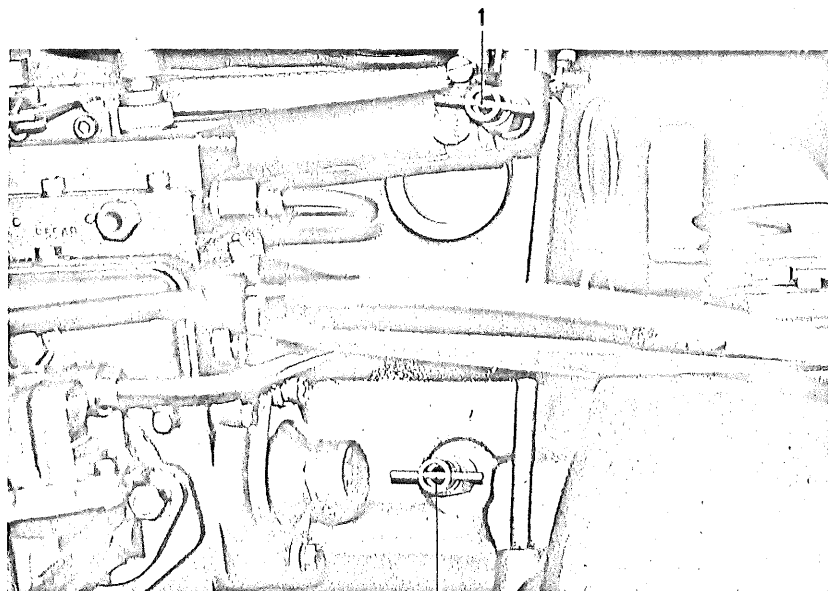

Fig. 23. Avtappningskranar för kylvatten.
2. Avtappningskranarna för kylvatten på motorblock och avgasrör öppnas (fig. 23).